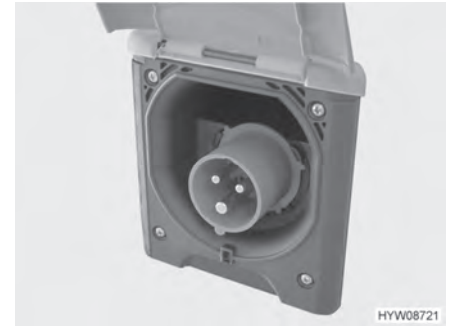

Bild 79 230-V-Anschluss am Fahrzeug (CEE-Steckdose)
- Abdeckung des 230-V-Anschlusses am Fahrzeug öffnen (Bild 79) und Steckkupplung einstecken. Darauf achten, dass die Rastnase des federgespannten Klappdeckels eingerastet ist.